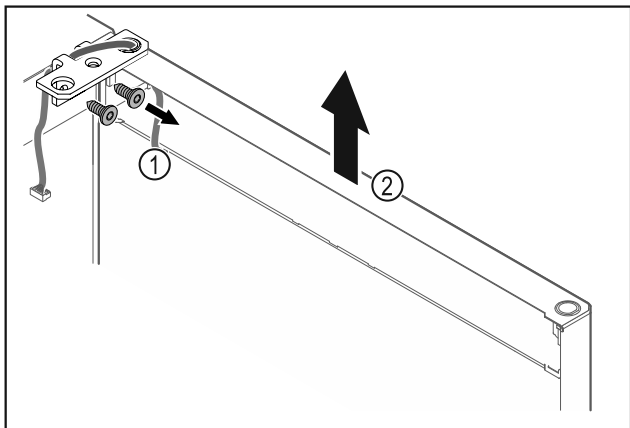

Fig. 23
- ▶ Odvrtite kutne šarke Fig. 23 (1).
- ▶ Dignite vrata s kutnim šarkama Fig. 23 (2) cca 200 mm ravno prema gore i skinite ih.